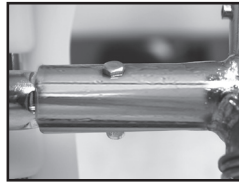

Figure 5
La poignée de pompe s'installe à l'une ou l'autre extrémité de l'arbre de la pompe (A). Pour installer la poignée de pompe, placez la poignée (C) sur l'arbre (A) en alignant le trou de la poignée de pompe et le trou de l'arbre. Glissez le boulon (B) à travers des trous vis-à-vis, comme montré aux figures 1 à 4. Serrez l'écrou (D) au boulon. Il y a dans trous dans la poignée de la pompe pour permettre un montage de gaucher (fig. 4) ou droitier (fig. 5).